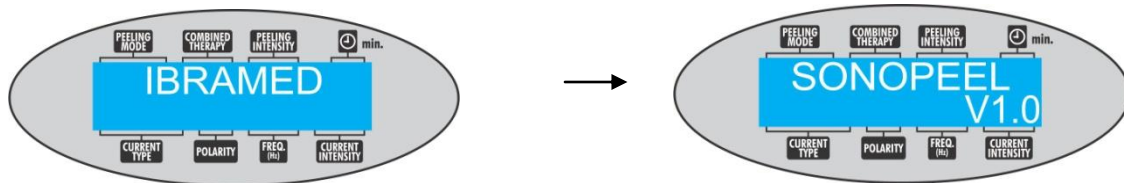

Figura 15. Visor de cristal líquido con los mensajes de presentación.
4º paso: Botón enciende-apaga (1). Al encender el equipo, el visor de cristal líquido (5) mostrará durante algunos segundos los siguientes mensajes (Figura 15).